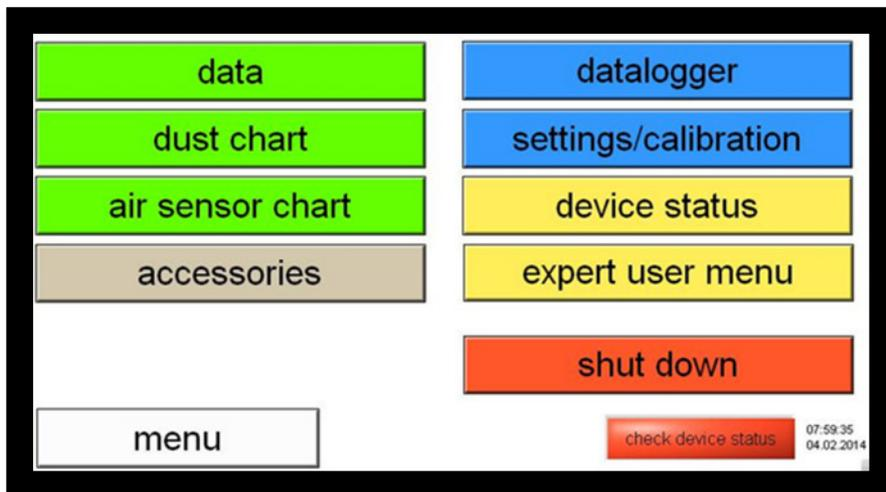

Abbildung 14: Hauptmenü
Nach dem Starten des APDA-372 befinden Sie sich im Hauptmenü (Abbildung 14):
- Nach dem Starten des APDA-372 befinden Sie sich im Hauptmenü (siehe Abbildung 14).